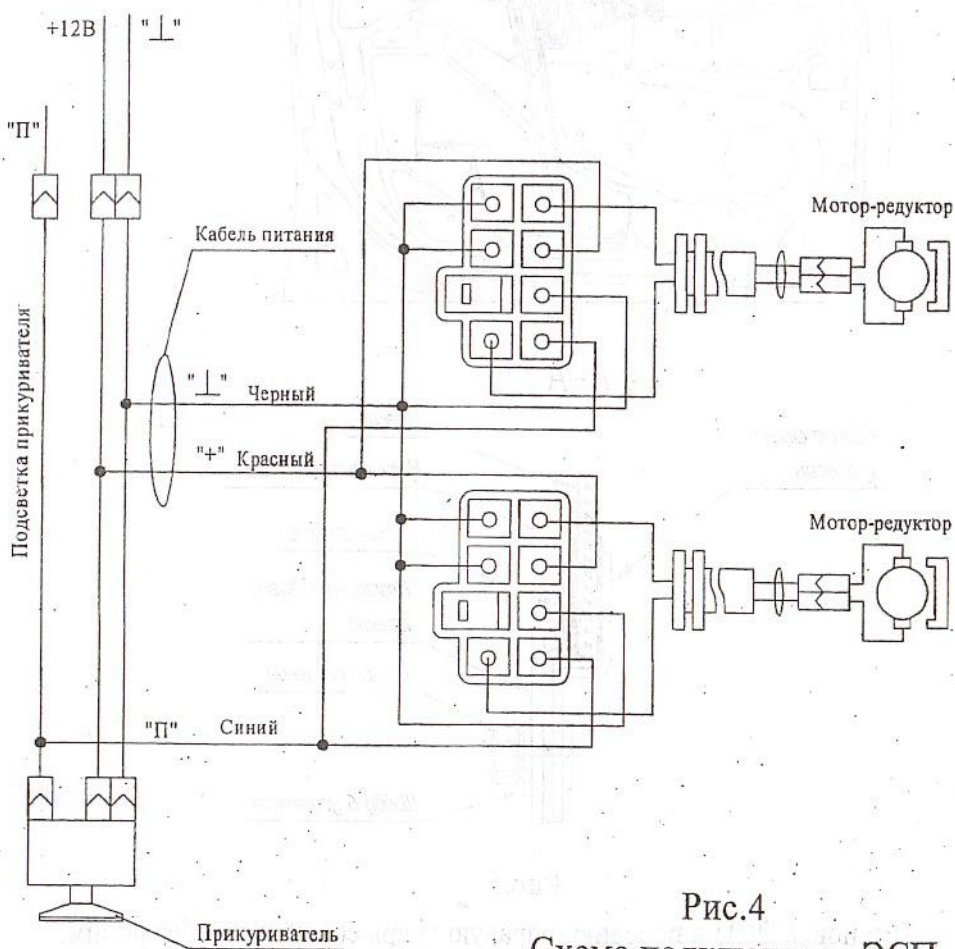

Рис.4
6.11 Через отверстия в стойках дверей и дверях, через кабельные вводы, протянуть кабели от электродвигателей к переключателям. Подключить кабели от электродвигателей в соответствии со схемой подключения и установить переключатели с рамками (см. рис.4).